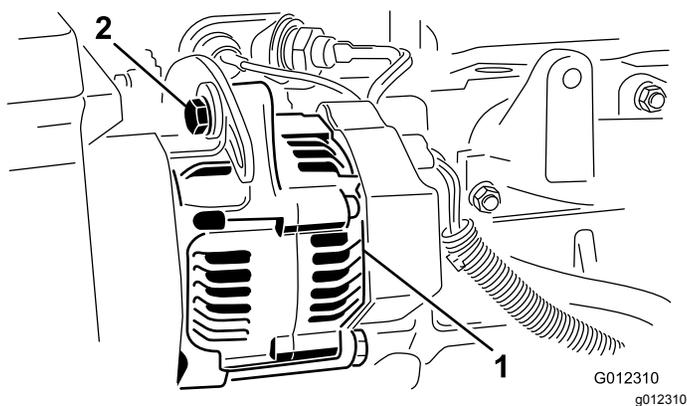

Bild 44
- Lockern Sie bei einer Durchbiegung von mehr oder weniger als 10 mm die Befestigungsschrauben der Lichtmaschine (Bild 44). Erhöhen oder reduzieren Sie die Spannung des Lichtmaschinen-Treibriemens und ziehen Sie die Schrauben wieder fest.